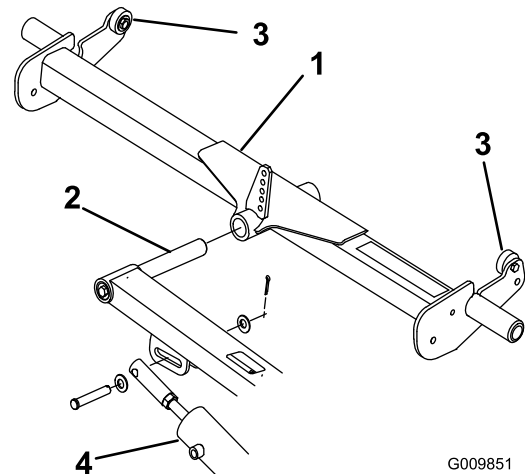

Figura 3
1. Fate scorrere il telaio portante posteriore sull'asta orientabile del braccio di sollevamento (Figura 3). Non installate il telaio portante sull'apparato di taglio in questa fase.
3. Premete un'estremità del telaio portante finché il fermo superiore all'estremità opposta non è a contatto con il lato inferiore della pedana (Figura 3).
- A. Rimuovete il perno con testa che fissa l'estremità dell'asta del cilindro di sollevamento al braccio di sollevamento (Figura 3).
- D. Serrate il dado esagonale e collegate l'estremità dell'asta del cilindro al braccio di sollevamento (Figura 3).